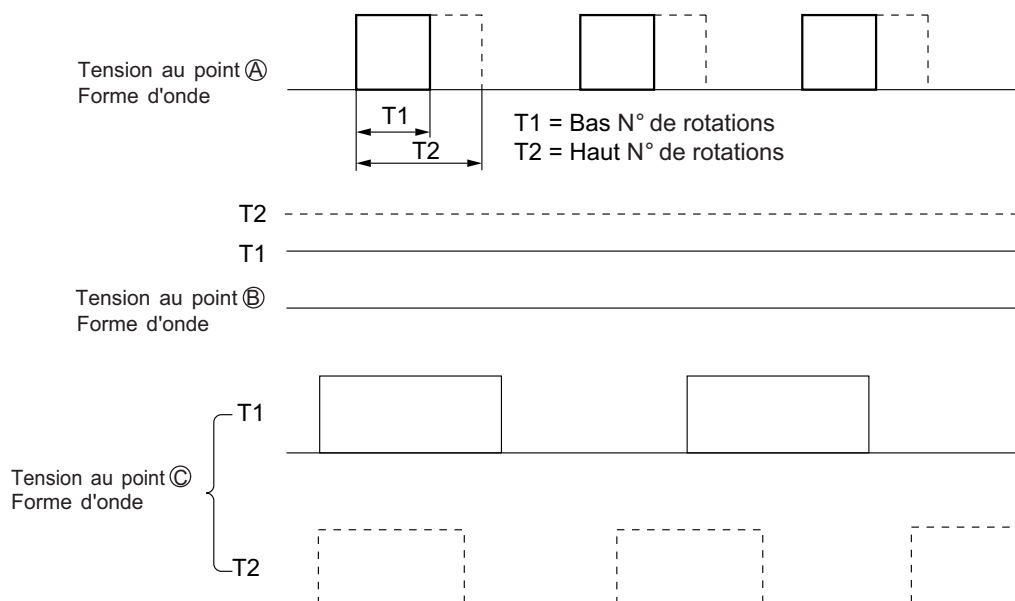

Fig. 5-2
- Pour le point A, une pulsation de PWM (modulation d'impulsions en largeur) de 15,7 kHz sera émise de la broche 40 du microprocesseur, comme indiqué sur la Fig. 5-2.